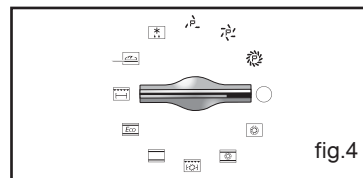

fig.4
- o indicador de duração de cozedura e 0:00 piscam (fig.4),
O visor volta para a hora do dia quando voltar a colocar o selector da função em 0 (fig.4).